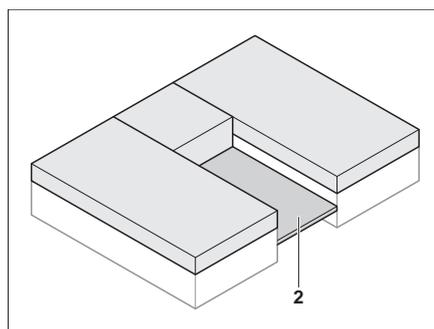

Bild 83 Lattenrost herausziehen
- Lattenrost (Bild 83,2) zwischen den Einzelbetten herausziehen.